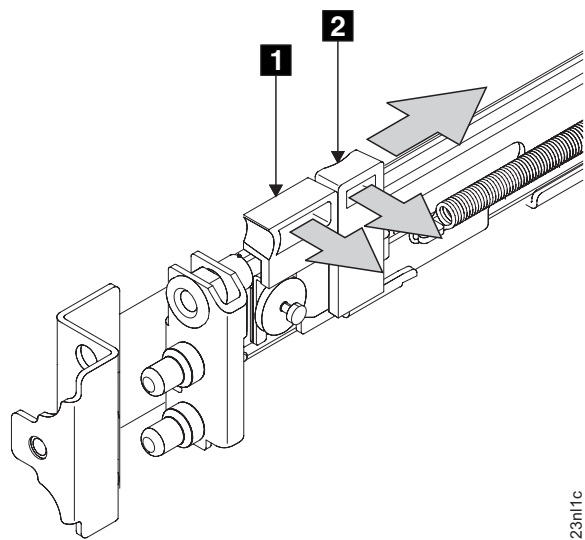

図 39. 前部ラッチ・ロック・キャリア・アセンブリーを開く
3. ラッチ・レバー **1** をレール (49 ページの図 39) の終端の方向に動かしながら、ラッチ・ロック **2** をレールから離れる方向に静かに押します。ラッチ・ロック・キャリア・アセンブリーが、ばねの強度でスライドします。